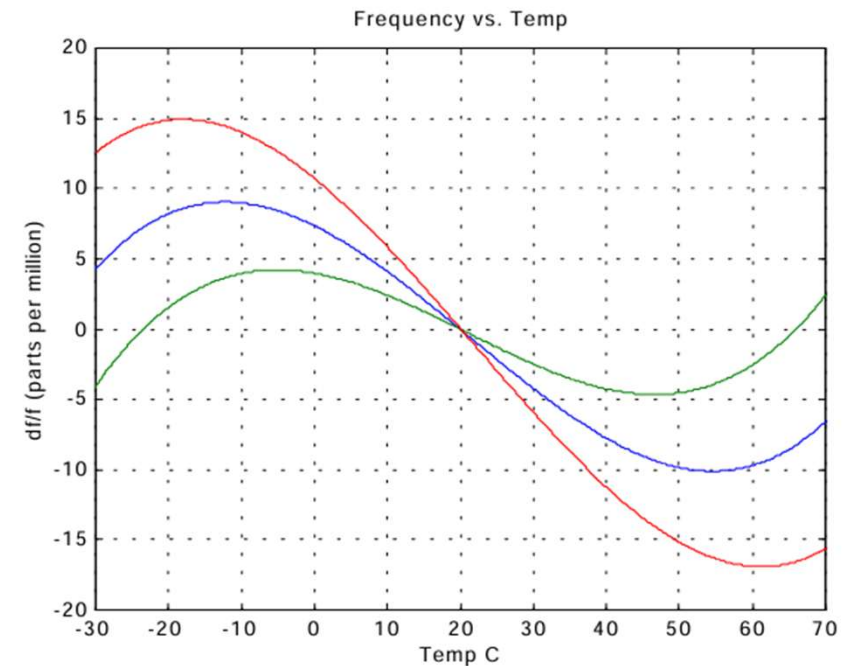

Figura 4
- In riferimento alla figura 4, per temperature comprese fra 0°C e 40°C e approssimando la curva come lineare, la compensazione può avvenire semplicemente utilizzando, per C_1 e C_2 , **condensatori NTC**, i quali variano la capacità linearmente con la temperatura